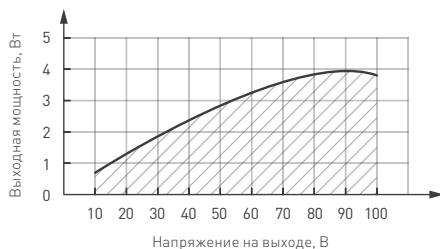

Рисунок 2. График зависимости выходной мощности источника питания от напряжения на выходе (примерный).
- 4.3. При подборе светодиодной панели или светодиодного светильника учитывайте зависимость выходной мощности источника питания от напряжения на выходе, см. Рисунок 2. Выходное напряжение источника питания обуславливается подключенной нагрузкой.